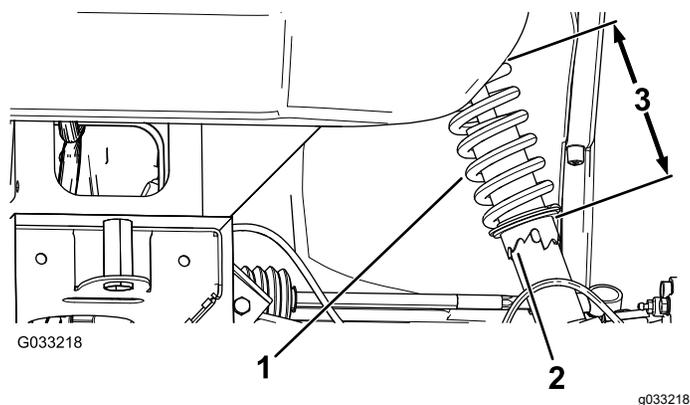

Figura 58
1. Utilizzando l'utensile (n. cat. Toro 132-5069), ruotate il collare sull'ammortizzatore per cambiare la lunghezza della molla (Figura 58).